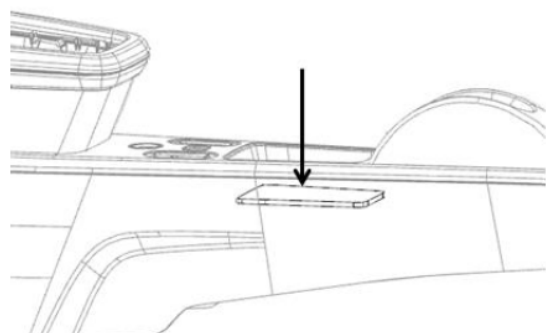

图2-17 副仪表板储物盒隔震垫位置示意图
- (2)用手沿图2-17箭头所示位置，将副仪表板储物盒隔震垫取出。